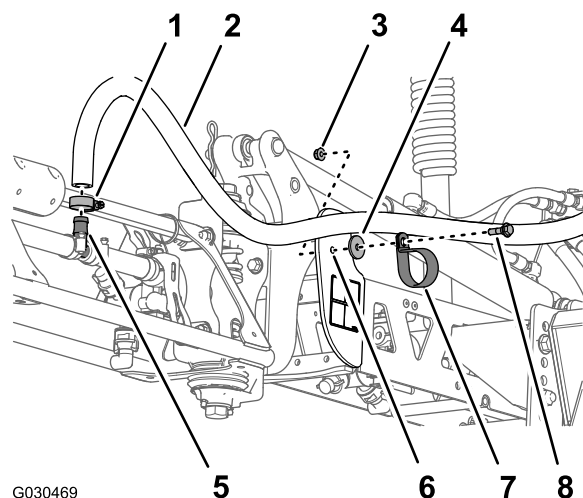

図 61
ルダボルト5/16"、ワッシャ5/16"、フランジロックナット5/16"を外す 図 61。
2. バーブ付き字フィッティングからホースクランプとブームホースを取り外す 図 61。